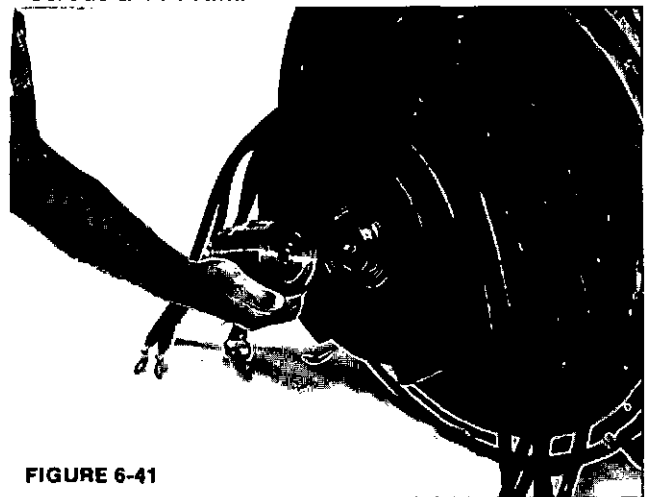

FIGURE 6-41
1. Si l'alternateur est équipé d'un PMG optionnel, monter l'extension d'arbre (Figure 6-41.) Serrer les écrous à 114 N.m.